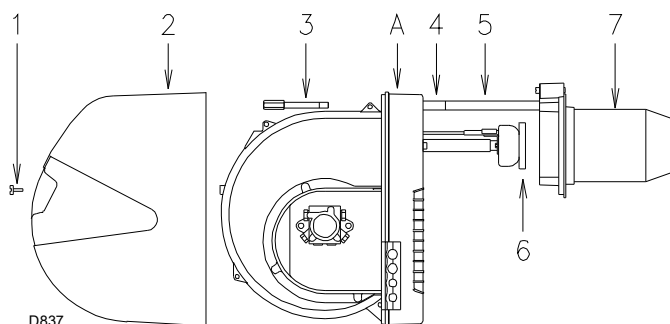

Рис. 31
- Отверните винт 1) (Рис. 31) и снимите кожух 2).